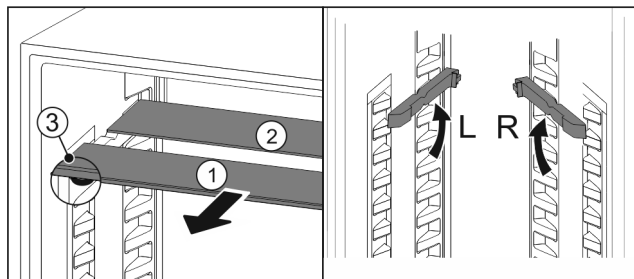

Fig. 120
- ▶ Izvucite Fig. 120 (1) staklene ploče jednu po jednu prema naprijed.
- ▷ Staklena ploča Fig. 120 (1) s ukrasnom letvicom nalazi se sprijeda.
- ▷ Zaustavljači Fig. 120 (3) su usmjereni prema dolje.